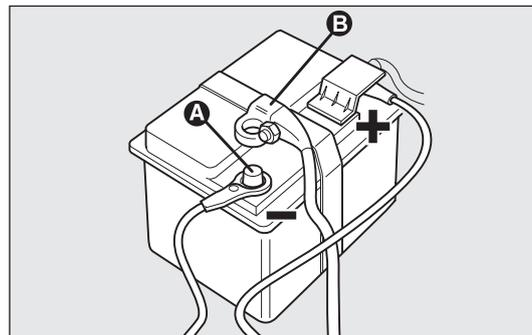

fig. 190
## VERSIONI SENZA SISTEMA Start&Stop fig. 190
- scollegare il morsetto B-fig. 190 dal polo negativo A della batteria;